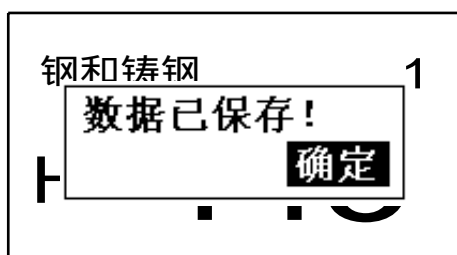

图 1
- 正常情况下，在未达到设定的【冲击次数】时不能存储当前测量值。如果此时希望存储可以按【M/OK】键来完成操作。（图 1）